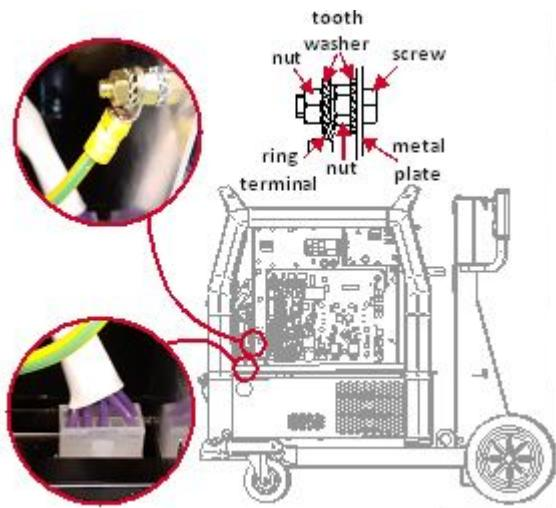

Рисунок 4
- Подключите 10-контактную вилку в розетку и прикрутите защитный заземляющий провод желто-зеленого цвета к болту заземления - открутите гайку M6, удалите зубчатую шайбу, установите кабель, установите зубчатую шайбу и закрутите гайку M6 (Рис. 4).